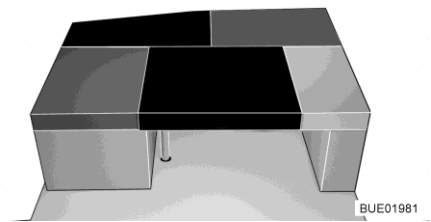

Fig. 164 Dopo la trasformazione
- Collocare il cuscino aggiuntivo rettangolare sul tavolo (tra il cuscino del divano e il cuscino dello schienale del sedile laterale, vedi Fig. 164).